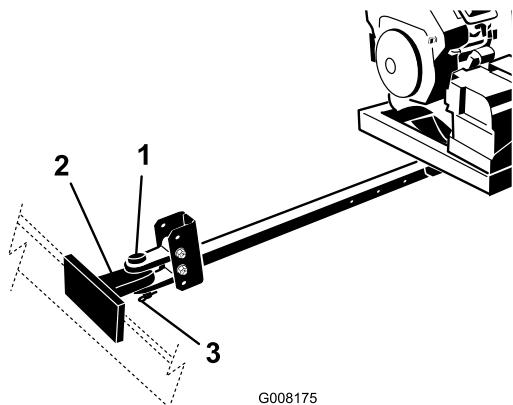

図 6
7. ヒッチピンとリンチピンを使って、プロアのヒッチクレビスを牽引車両のハッチに接続する図6。